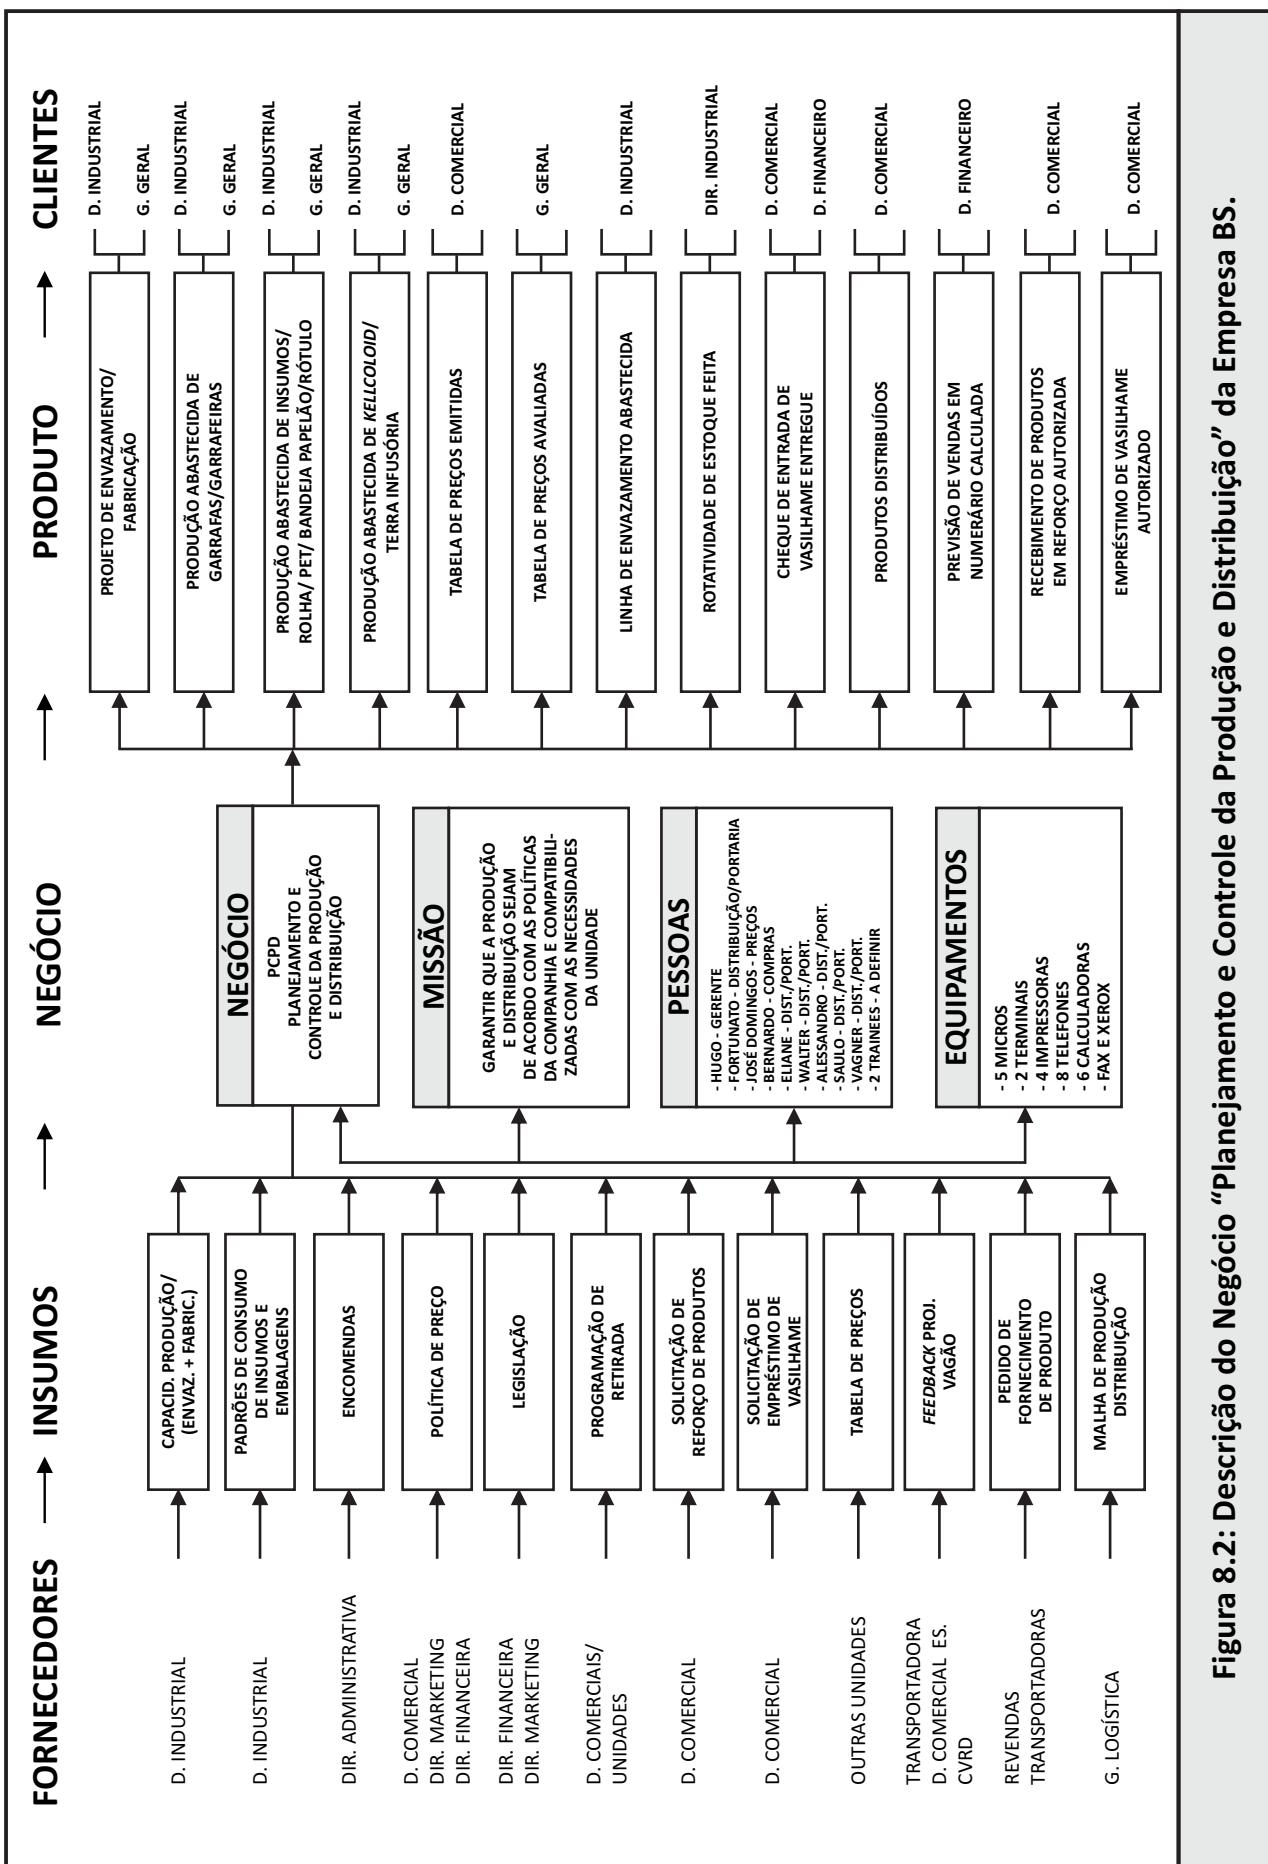

Figura 8.2: Descrição do Negócio “Planejamento e Controle da Produção e Distribuição” da Empresa BS.
- 2 No papel *flip-chart* desenhe um quadrado na parte central e ali dentro escreva o nome do seu setor (por exemplo: financeiro, expedição, refino, etc.). (Ver Figura 8.2).
- 4 Na área à direita do quadrado inicial, abra um diagrama de árvore e inicie a listagem dos produtos do seu negócio (Ver item 8.5).